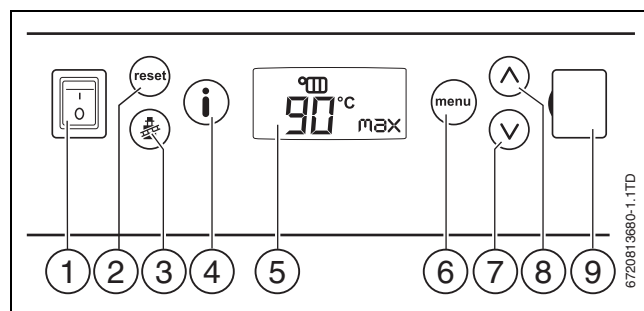

Fig. 5 Panou de comandă
- ▶ Setăți întrerupătorul de pornire/oprire în poziția „1” (→ Fig. 5, [1]).